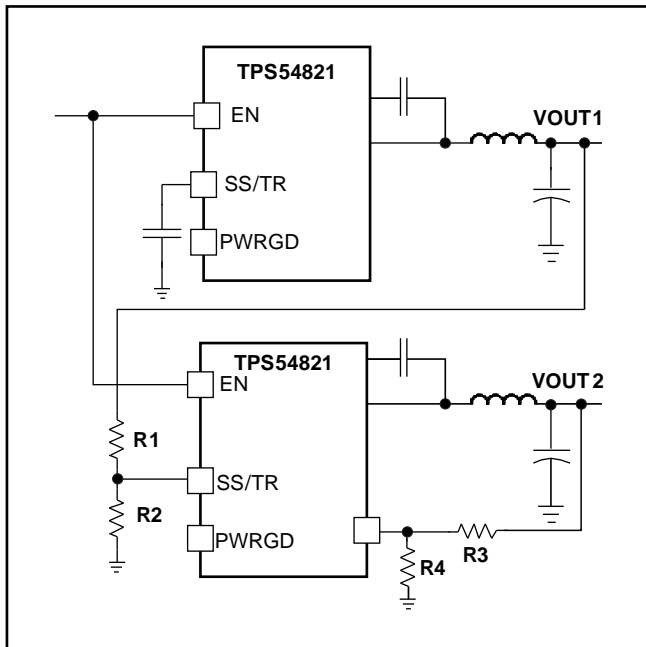

図 24. レシオメトリック/同時スタートアップ・シーケンス
図24に示すようなR1とR2の抵抗回路を、トラッキングが必要な電源または他の電圧リファレンス源の出力に接続することで、レシオメトリックな同時電源シーケンシングを実装できます。式 (6) と式 (7) を使用して、Vout1の少し前か少し後、または同時にVout2を開始するようトラッキング抵抗を計算できます。式 (8) は、Vout1とVout2の電圧差を示します。